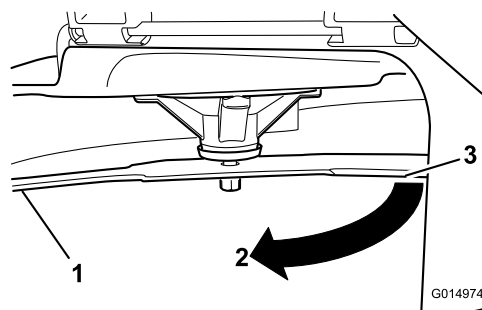

Figura 47
4. Gire la misma cuchilla 180 grados de manera que el otro extremo esté en la misma posición (Figura 47).